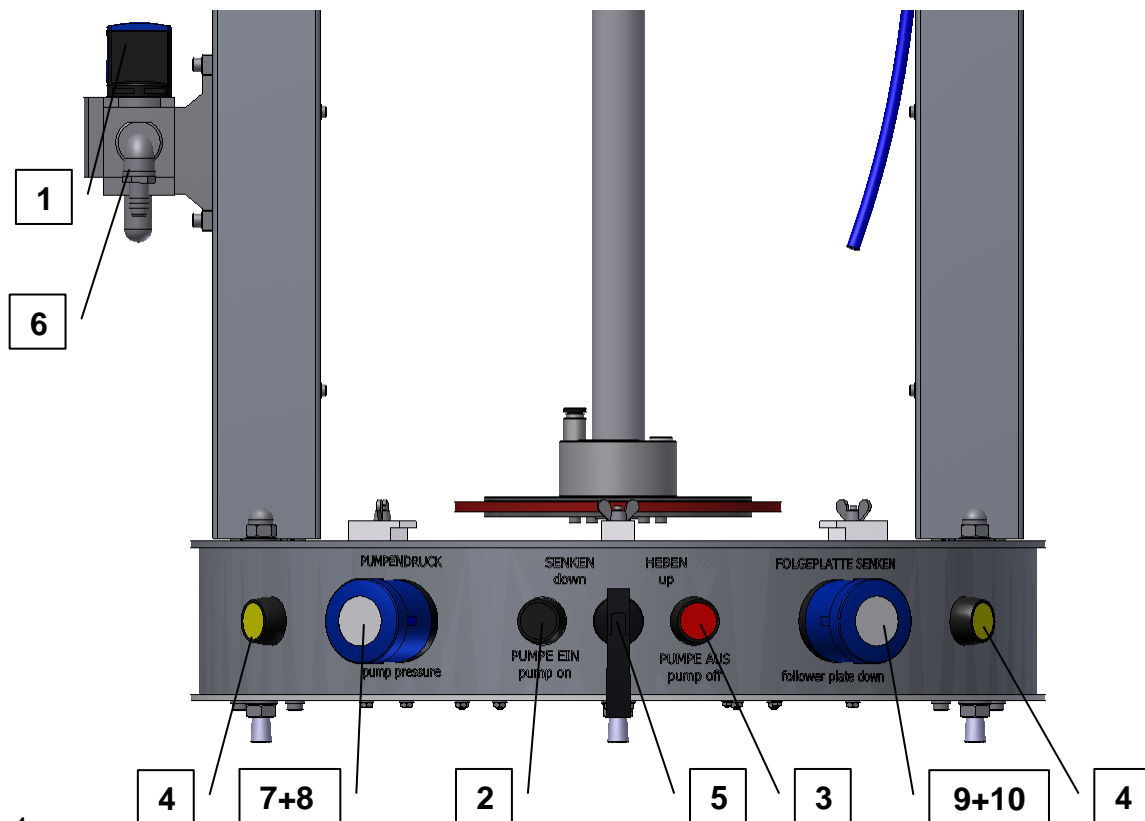

Abb.: 4
- Drehschalter auf Mittel-Position stellen siehe Abb.: 4, Pos. 5
Beim Überfahren des Magnetschalters *Pos. 1* wird die Steuerung der Anlage aus dem "Zweihandbetrieb" in den "Automatikbetrieb" gestellt. Die Anlage fährt die Pumpe im Automatikbetrieb, mit dem eingestellten Pumpendruck, automatisch nach unten. Sobald die Pumpe eingeschaltet wird (siehe Abb.: 4, *Pos. 2*, Pumpe ein), beginnt der "Förderbetrieb".
Ist der Förderbetrieb beendet, wird die Pumpe über den Drehschalter "Heben" (siehe Abb.: 4, *Pos. 5*) aus dem Gebinde herausgefahren und schaltet beim Überfahren des Magnetschalters *Pos. 3* zurück in den "Zweihandbetrieb".
- Drehschalter ist auf SENKEN gestellt. (Einstellung am Druckregler siehe Abb.: 4, Pos. 10 beachten!) Folgeplattendruck langsam auf den nötigen Wert erhöhen.